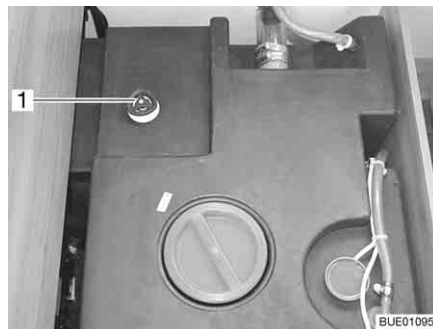

Fig. 144 Réservoir d'eau avec poignée tournante
- Faire tourner la poignée tournante (Fig. 144,1) du réservoir d'eau à fond dans le sens contraire des aiguilles d'une montre au-delà de la résistance pour ouvrir entièrement l'ouverture d'écoulement.